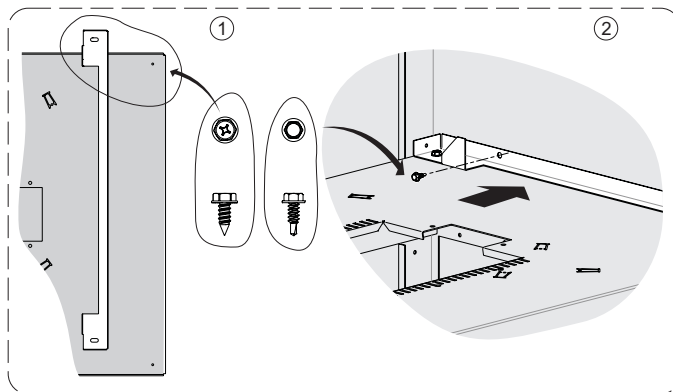

Figure 3
4. À l'aide des vis montrées à la **Figure 3**, visser le support de garniture brique sur le faux plancher (sans le serrer) (garniture côté évacuation/veilleuse seulement).
5. Pour fixer le support de garniture brique sur la paroi de l'âtre, utiliser les vis autotaraudeuses montrées du côté droit de la **Figure 3**.